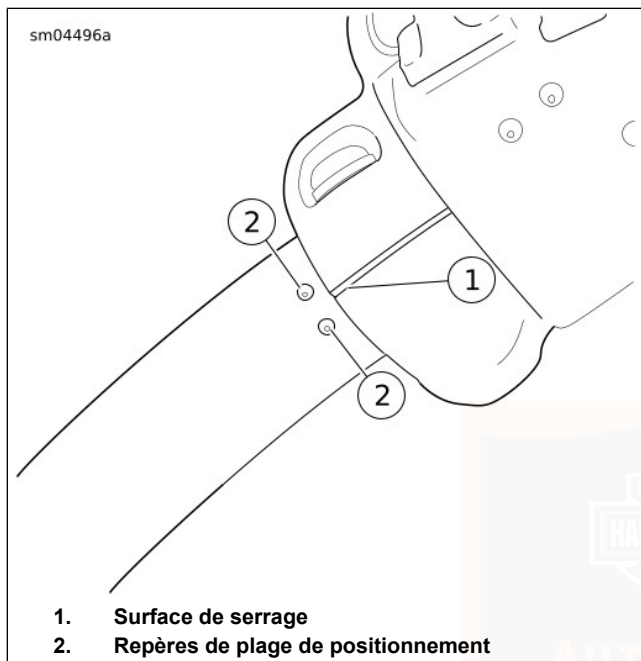

Figure 90. Alignement de l'ensemble de commande de droite du guidon vers le guidon
5. Voir Figure 90. Tourner l'ensemble de commande de droite du guidon et le levier de guidon de frein dans une position confortable. Maintenir la surface de serrage (1) entre les repères de la plage de positionnement (2).